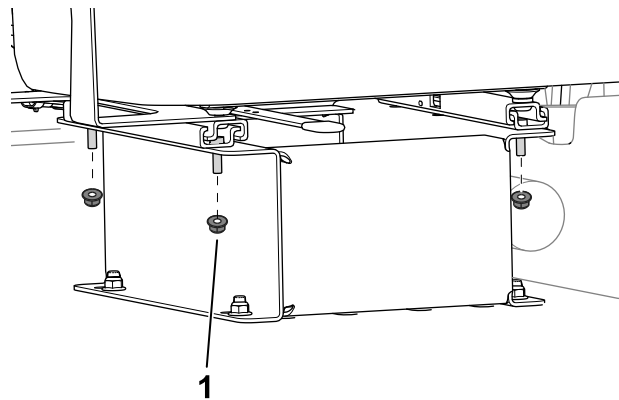

Figura 12
1. Retire las tuercas que sujetan el asiento a la base del asiento (Figura 12).